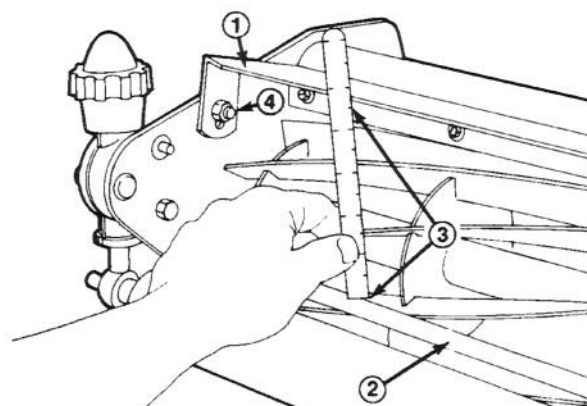

Figure 8
1. Réglez le module de coupe dans la position de coupe normale et mesurez la distance allant du dessus de la barre transversale frontale au bouclier à chaque extrémité du module de coupe (Fig.8).
2. La hauteur du bouclier par rapport à la barre transversale dans des conditions normales de coupe doit être de 4-3/4". Desserrez les vis SPC et les écrous fixant le bouclier à chaque plaque latérale, réglez le bouclier pour corriger la hauteur et resserrez les attaches (Fig.8).